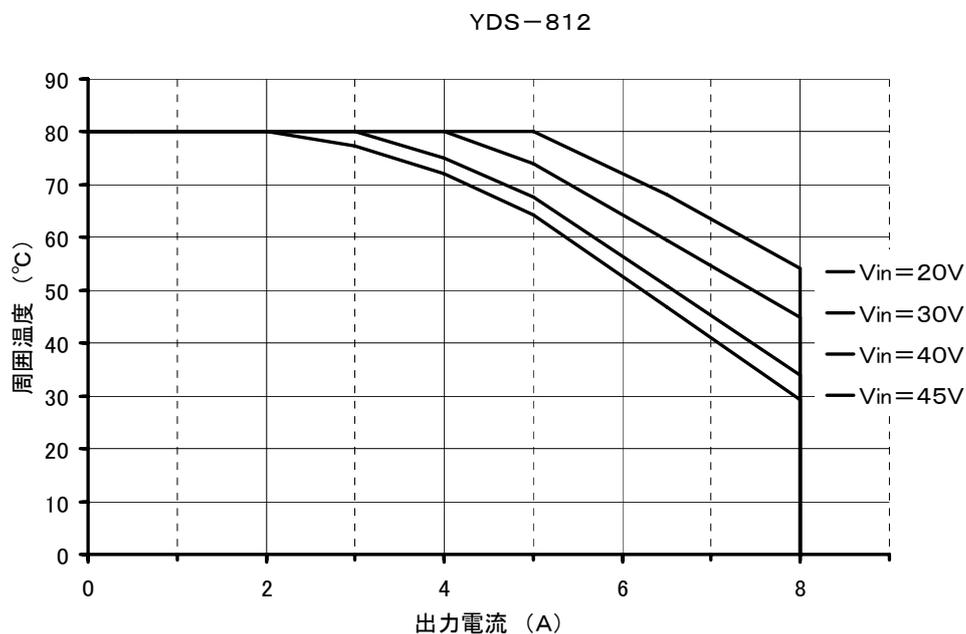
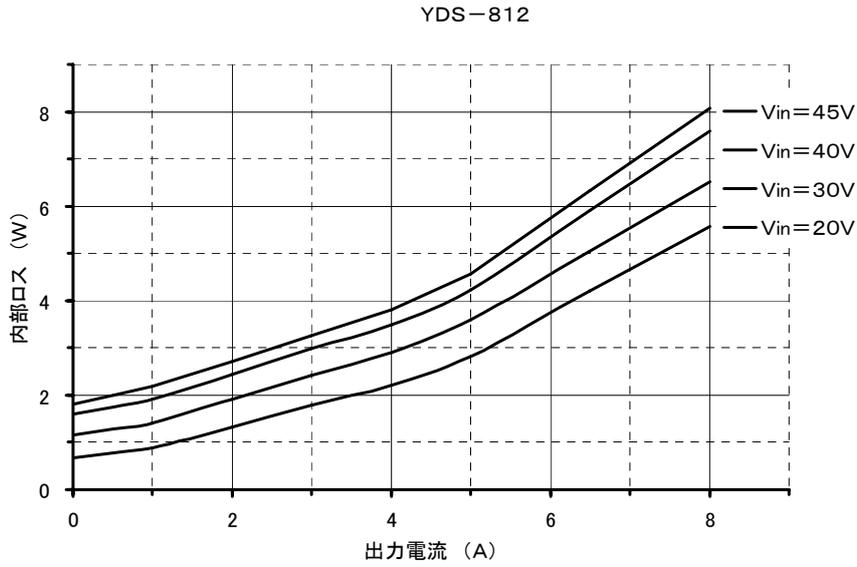
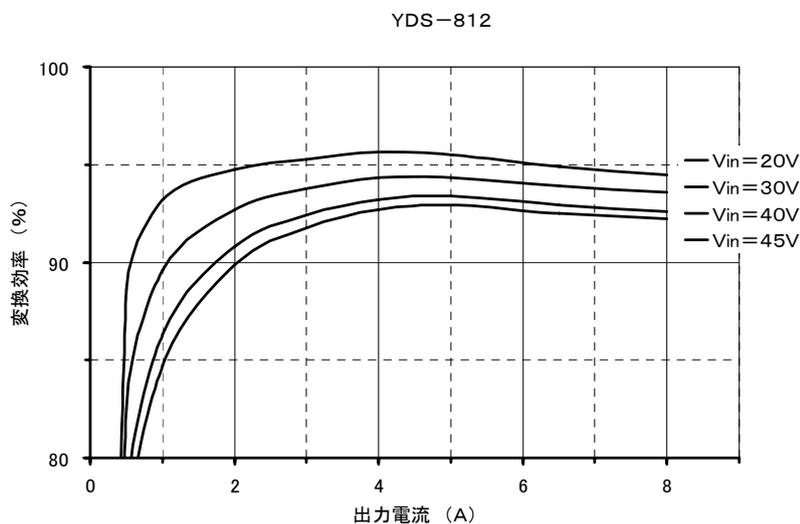

図5. 出力電流 V_s 周囲温度(代表例)
図6. 内部ロス曲線 (Ta=25°C 代表例)
図8. 効率曲線 (Ta=25°C 代表例)
YDS-800シリーズの最高周囲温度は入力電圧、出力電流により変換効率が変動し、内部ロスが変化するため、図5のグラフまたは内部ロス曲線(図6)、効率曲線(図8)から決定します。
①. 出力電流 V_s 周囲温度グラフ(図5)を使った求め方
- 図5の「出力電流 V_s 周囲温度」グラフからb)の条件における最高周囲温度が決定されます。
②. 内部ロス曲線(図6)を使った求め方
- 図6の「内部ロス曲線」からb)の条件に近い動作点における内部ロスを求めます。
③. 効率曲線 (図8) を使った求め方
- 図8の「効率曲線」から、b)の時の効率 η (%) を求めます。
- 効率 : 約94.5% (図8より)